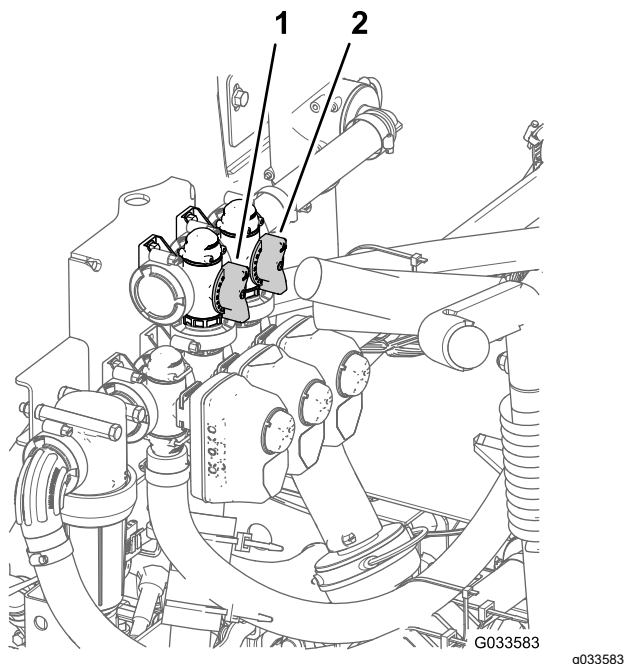

図 72
11. 攪拌バルブの背面についている攪拌バイパスバルブ 図 72 を使って、水圧計の読みが 6.9 bar になるように調整する。
8. マスターブームバイパスハンドルを使ってタンク内の攪拌動作を調整する 図 72。